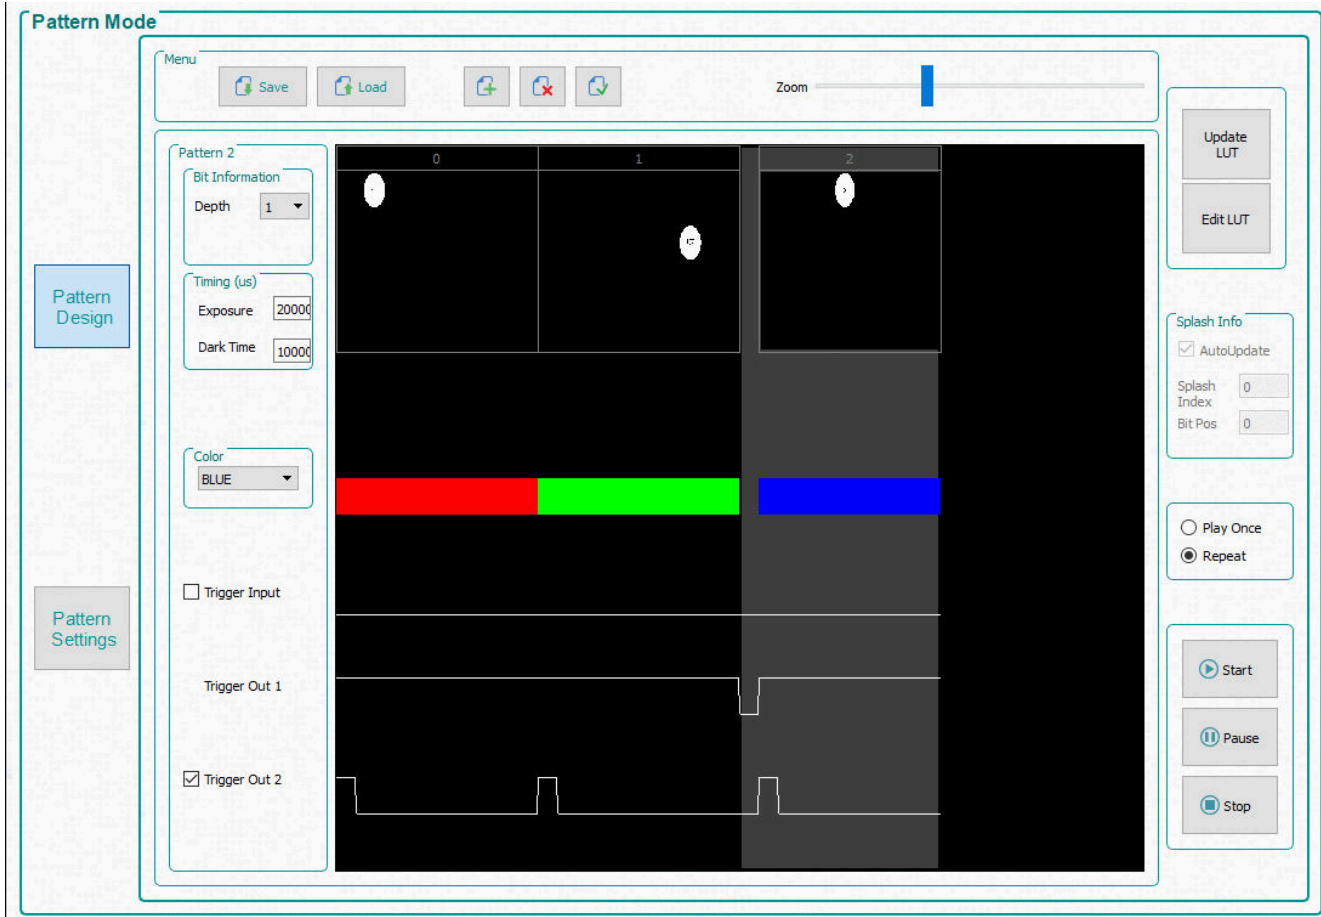

図 7-10. 3 パターンのシーケンス
7. 3 番目のパターンを選択し、ビット深度 **1** を選択します。露出を **200000 $\mu$ s** に、ダークタイムを **100000 $\mu$ s** に設定し、カラーの「**青色**」を選択します。パターン・シーケンスを、図 7-10 に示します。**[Zoom]** バーを使用して拡大と縮小を行います。これは、多くのパターンがパネルにロードされているときに便利です。